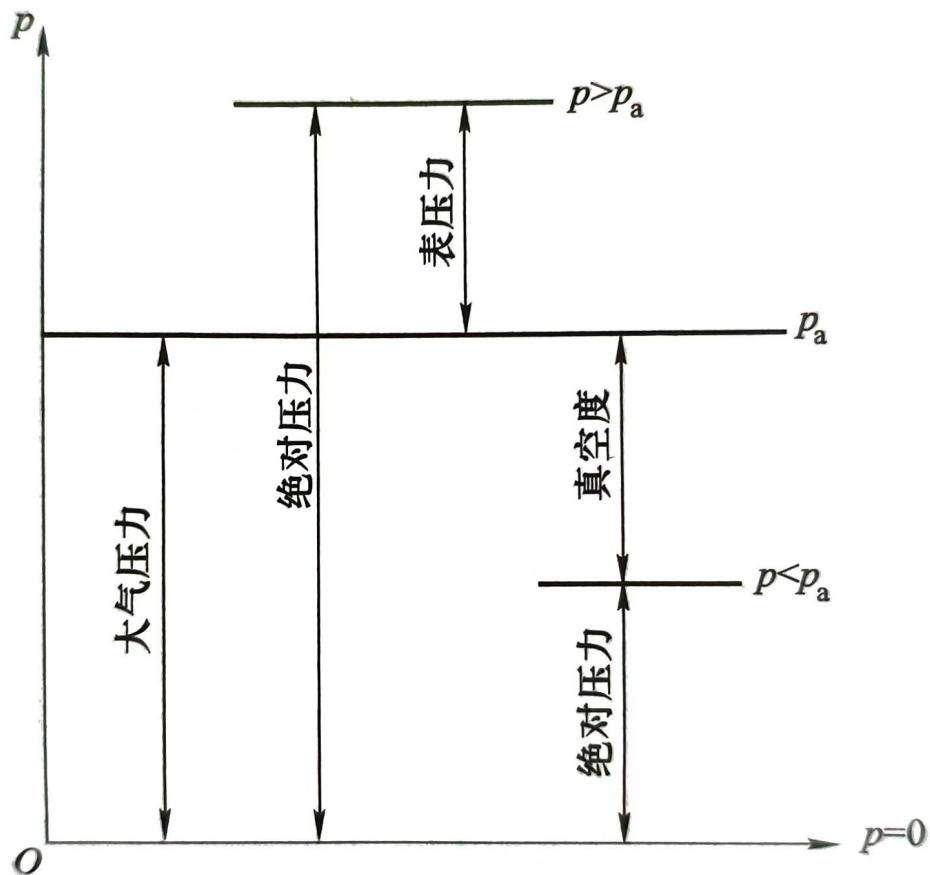

图 1-9 绝对压力、相对压力和真空度之间的关系
(3) 压力的表示方法 (20 分钟)
- **关系图示**: 通过图 1-9 说明三者关系。